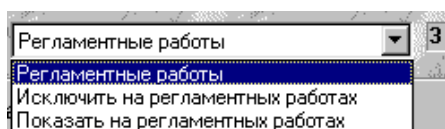

Рисунок 11
3.2.3 Фильтр «Регламентные работы» (рисунок 11) включает следующие режимы поиска: